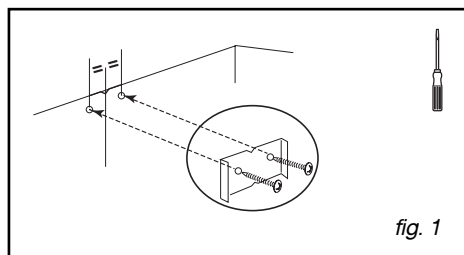

fig. 1
– Coloque o suporte metálico da chaminé na parede, encoste-o ao tecto e fixe-o com os dois parafusos (fig. 1).